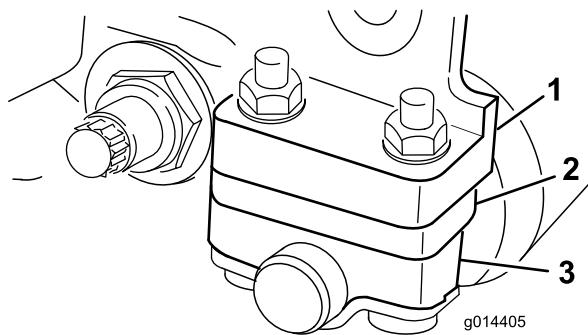

图7
- 根据想要的剪草高度范围，将后滚筒支架（图6 或图7）调整到较低或较高的位置。
当剪草高度的设置介于 3~25mm 之间时，将隔片放在侧板安装法兰的下方（图7）。